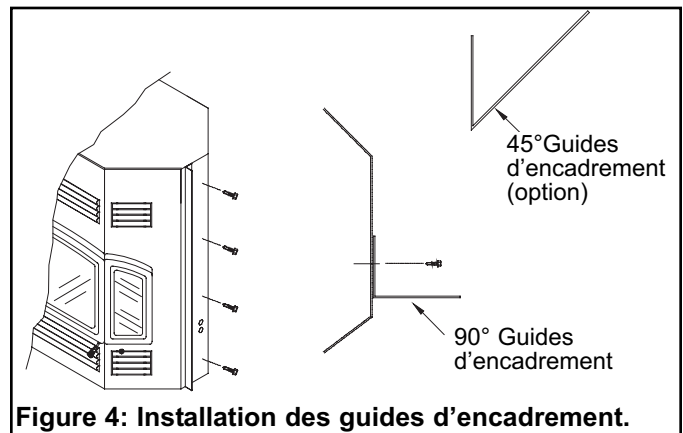

Figure 4: Installation des guides d'encadrement.
Deux (2) guides d'encadrement de côtés sont inclus avec le foyer DELTA. Ces guides doivent obligatoirement être fixés sur le foyer avant l'installation. Les deux guides doivent être vissés sur le foyer tel que montrer à la (Figure 4.)
2. Enlevez les quatre (4) vis se trouvant sur les cotés de la façade du foyer.
3. Fixez les guides d'encadrements sur les cotés du Delta en utilisant les vis que vous venez d'enlever à l'étape 2 (voir Figure 4). Positionnez les guides à la profondeur désirée pour l'installation.